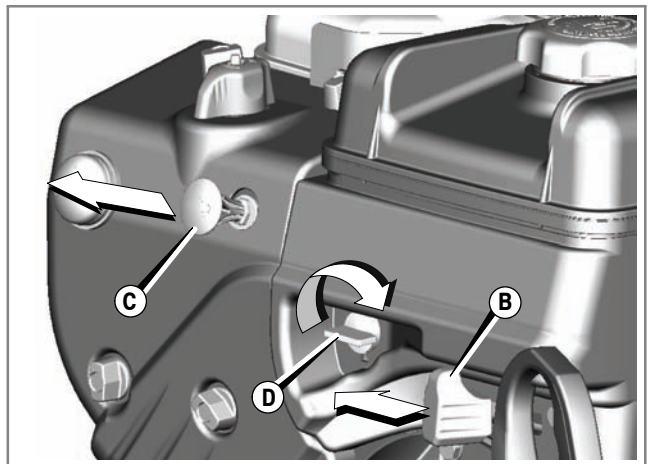

Figure 10
Mettre le levier de commande d'accélérateur (**B**), si l'appareil en est équipé, sur la position SLOW puis sur la position STOP (Figure 10).
- Enlever la clé de sécurité (**C**, Figure 10). La maintenir hors de portée des enfants.